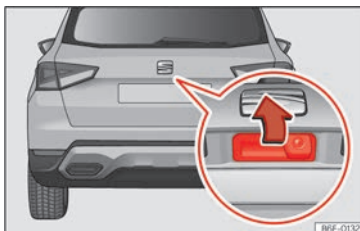

Abb. 55 Heckklappe: Öffnen von außen
- **Öffnen:** Drücken Sie leicht den Haltegriff und heben Sie die Klappe an **[Abb. 55]**.